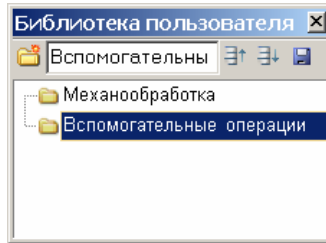

Рисунок 26 – Добавление папки в Библиотеку пользователя
2. В окне **Текущая папка** вводим имя новой папки и нажимаем клавишу <Enter> (рисунок 26).